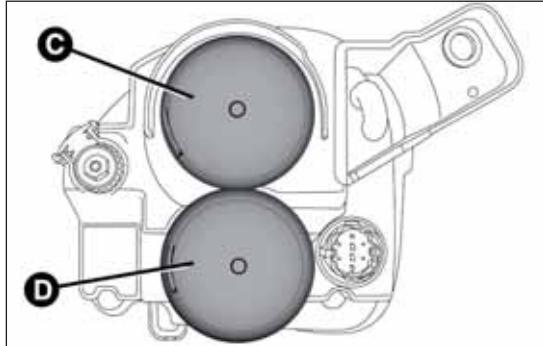

fig. 173
La disposizione delle lampade è la seguente fig. 173:
- rimuovere il coperchio C fig. 173;
- rimontare infine il coperchio C fig. 173.
- rimuovere il coperchio D fig. 173;
- rimontare infine il coperchio D fig. 173.